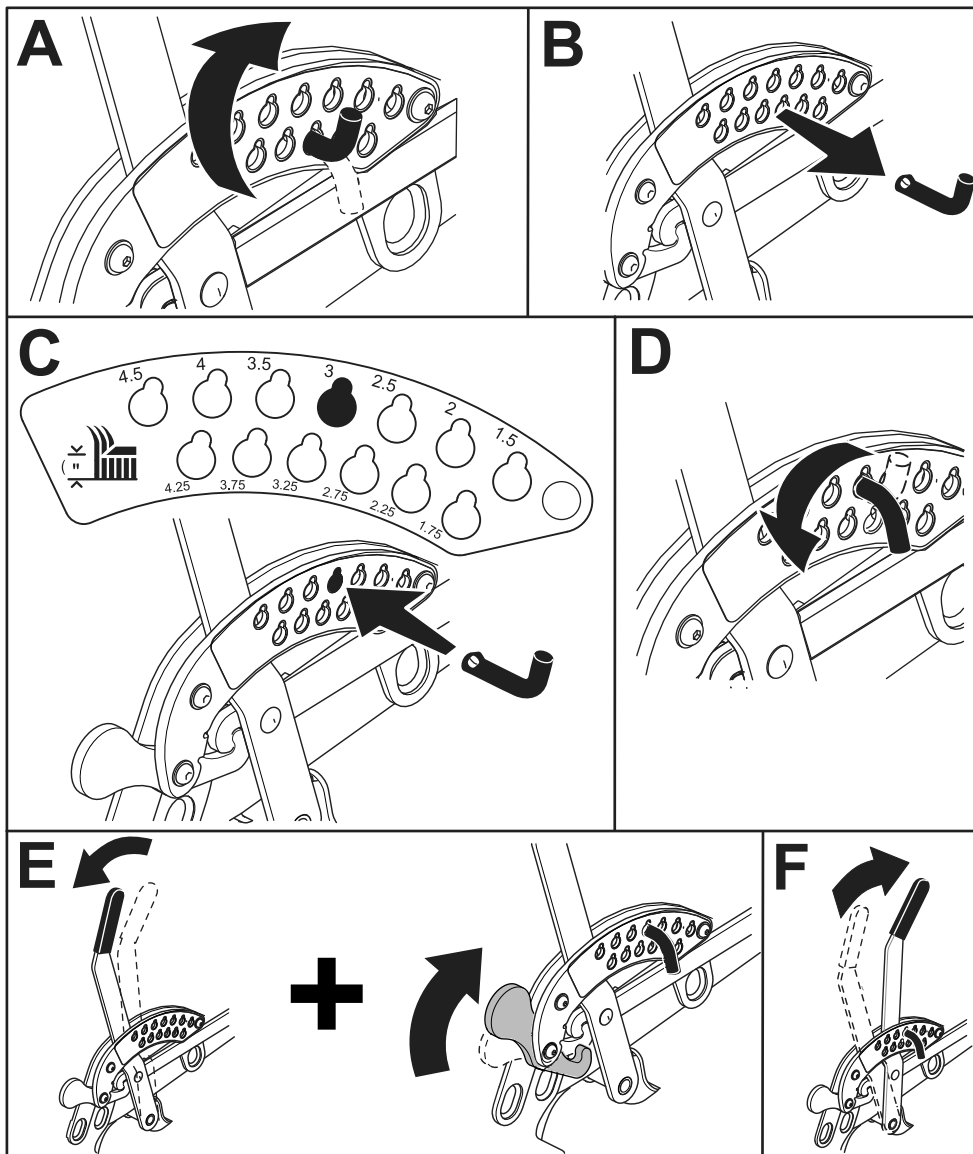

Рисунок 4
5. Переставьте штифт высоты скашивания в отверстие для положения 76 мм (3 дюйма); см. Рисунок 4.